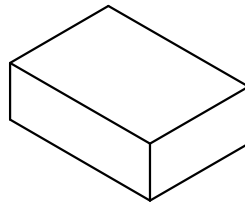

图3 内塑胶盒装
- 2: 如图3, 每塑胶盒装3小袋, 装盒后贴上物料标签, 数量为3X1000pcs。